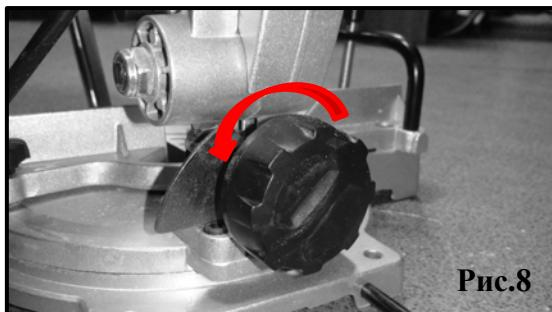

Рис.8
Настройка угла наклона (рис. 8,8а).
1. Ослабьте ручку фиксации угла наклона против часовой стрелки (рис.8).
2. Наклоните режущую головку влево на необходимый угол наклона ориентируясь на шкалу от 0-45 градусов (рис.8а).
3. Зафиксируйте ручку фиксации угла наклона по часовой стрелке (рис.8).
Рис.8а
5.6. Наклон режущей головы при косом распиле (рис.8,8а)
1. Ослабьте ручку фиксации угла наклона. См. рисунок 8;
2. Наклоните режущую голову под требуемым углом. Для удобства регулировки предусмотрена шкала (рис.8а);